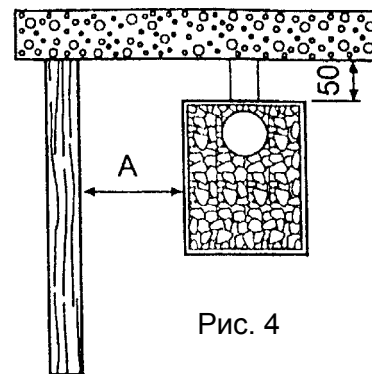

Рис. 4
4. Если стена является несущей, то зазор размером в 50 мм между стеной и вертикальной поверхностью печи будет достаточен. (Рис. 4)